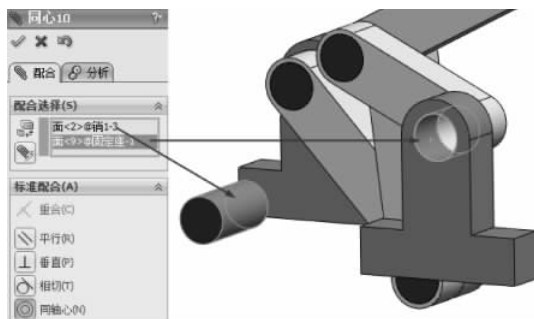

图 3-197 同轴心配合
(29) 选择【标准配合】选项组下的【同轴心】配合类型 ,在【要配合的实体】选择框  中选择如图 3-197 所示的面,其他保持默认,单击【确定】按钮 ,完成同轴心配合。